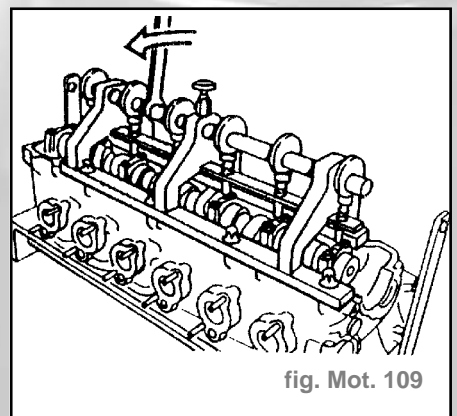

fig. Mot. 109
- Placer le dispositif **11 3 320** sur la culasse (fig. Mot. 109).